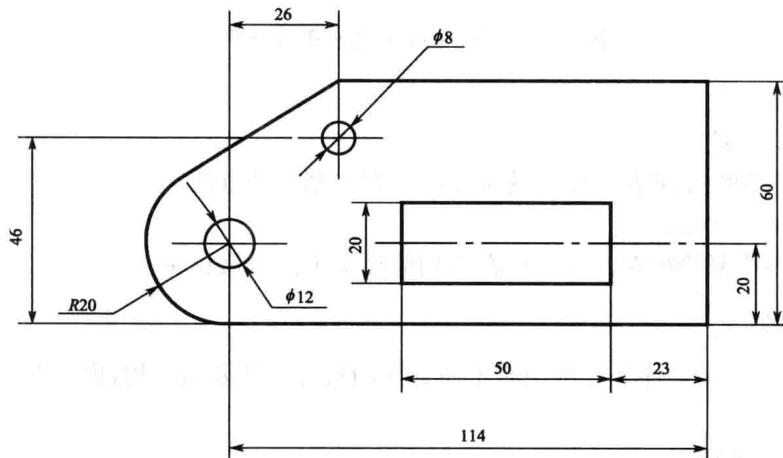
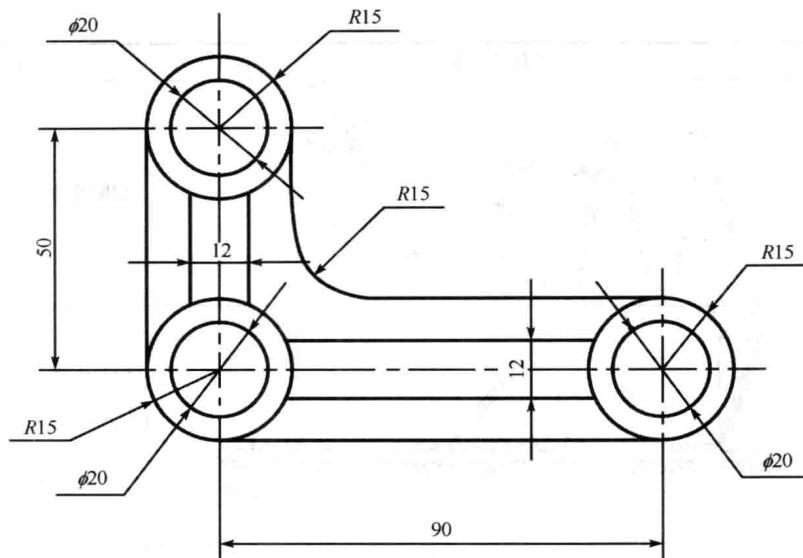
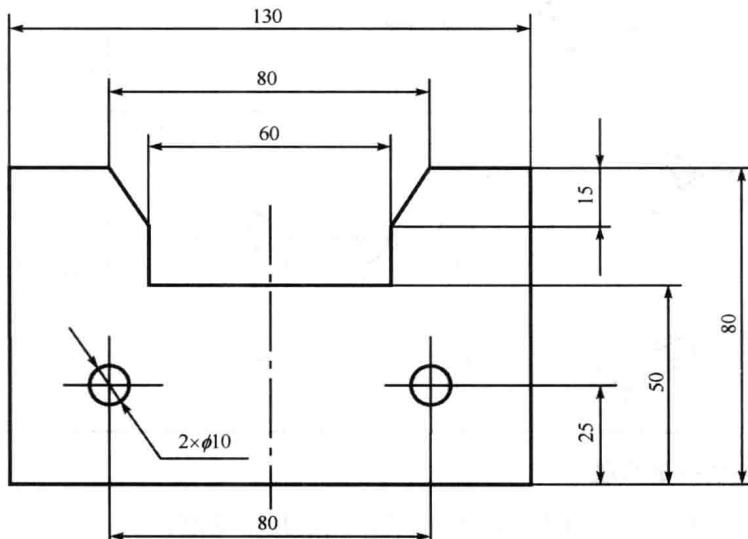

图 1-2 两个相互垂直的平面
图 1-3 两条相互垂直的中心线
图 1-4 一条中心线和与它垂直的平面
① 熟悉图样 (见图 1-2、图 1-3、图 1-4), 选定划线基准。